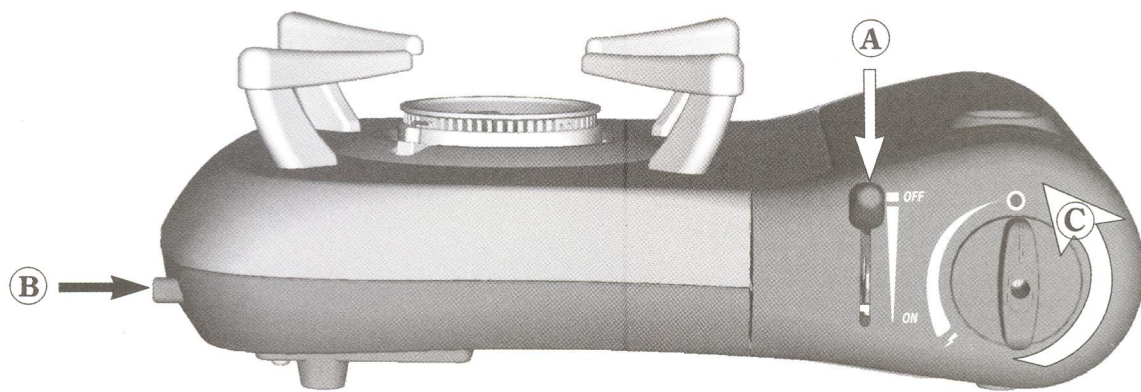

fig. 3
- Maintenez enfoncé le bouton (3) de la sécurité thermoélectrique (uniquement pour la version "S").
- Tournez le volant (1) dans le sens contraire de celui des aiguilles d'une montre jusqu'au déclic annonçant la production de l'étincelle. Si l'allumage ne se produit pas, ramenez le volant en position (●) et recommencez l'opération. (fig.3)